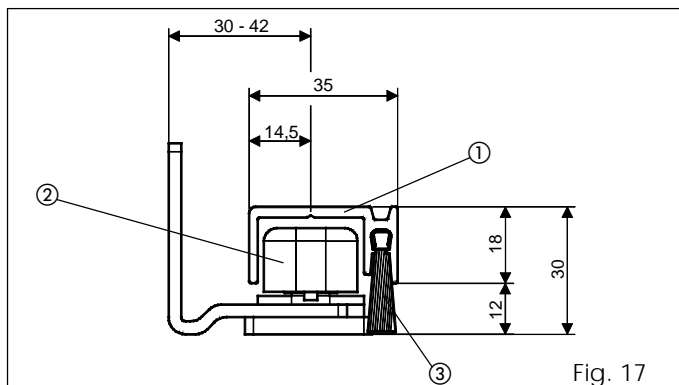

Fig. 17
• Assembler les patins en tenant compte des cotes reportées dans les fig. 17 et 19.